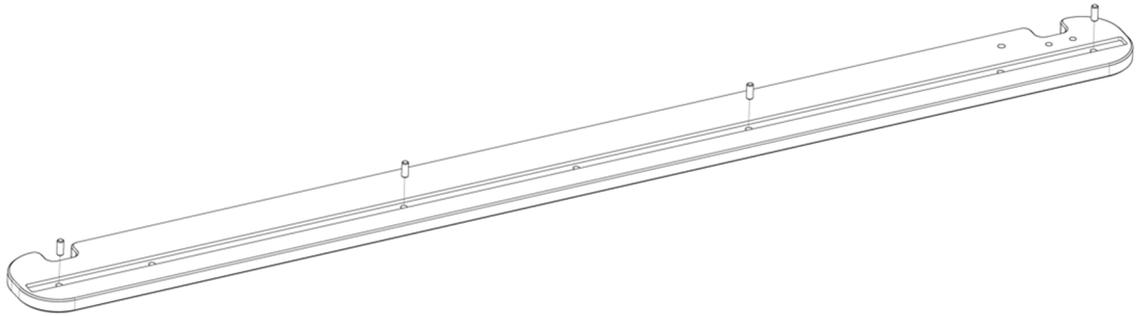

Abb. 2: Montageschritt 1 Dübel in Seitenwand
- Stecken Sie die Holzdübel (9) mit den Maßen 8x20 mm in die 1., 3., 5. und 7. Bohrung der beiden Seitenwände (2), (3) gemäß Abb. 2